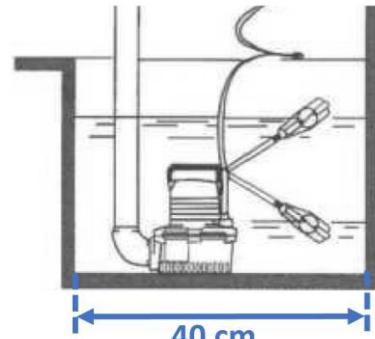

Fig. 2
- **IMPORTANT :** Avant d'immerger la pompe dans l'eau, enveloppez le câble d'alimentation (4) et assurez-vous que la fiche est dégagée de tout endroit humide.
- Prévoyez un diamètre d'espace minimum de 40 cm pour le fonctionnement (voir fig. 2), afin que le mouvement de l'interrupteur à flotteur ne soit pas gêné.
- Pour les eaux profondes, utilisez une corde (non incluse) et fixez-la à la poignée de transport (1), puis placez la pompe dans la position souhaitée dans la zone de travail.